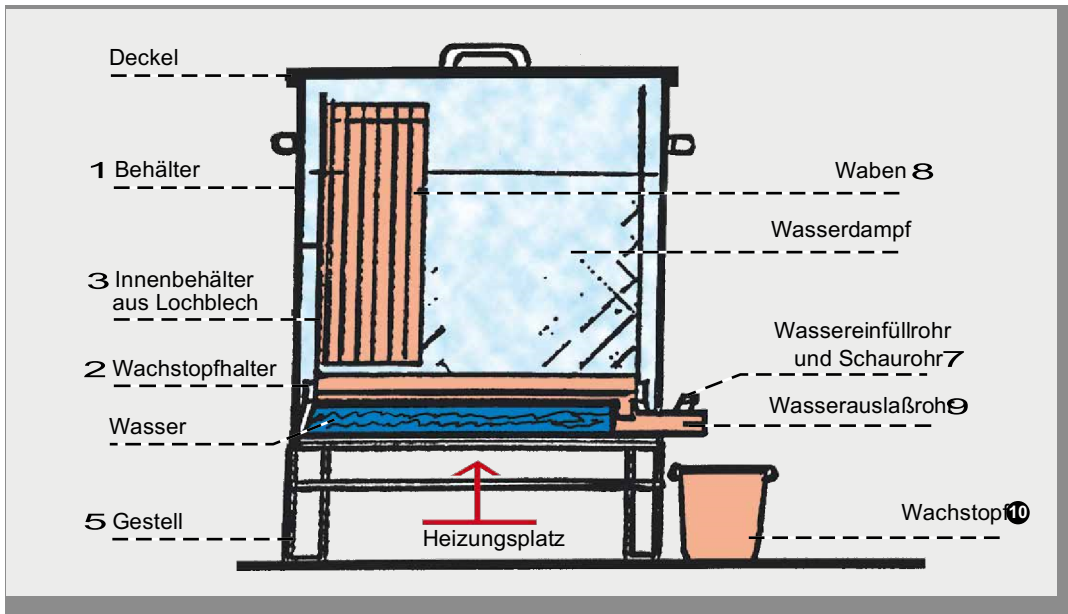

Abb. 1
Verschließen Sie mit den beiliegenden Schraubstutzen das Wachsauslassrohr, den Wassereinfüllrohr (7) sowie das Wasserauslaufrohr (9) (siehe Abb. 1). Umwickeln Sie vor jedem Waschvorgang das Gewinde der Stopfen mit Dichtungsband.